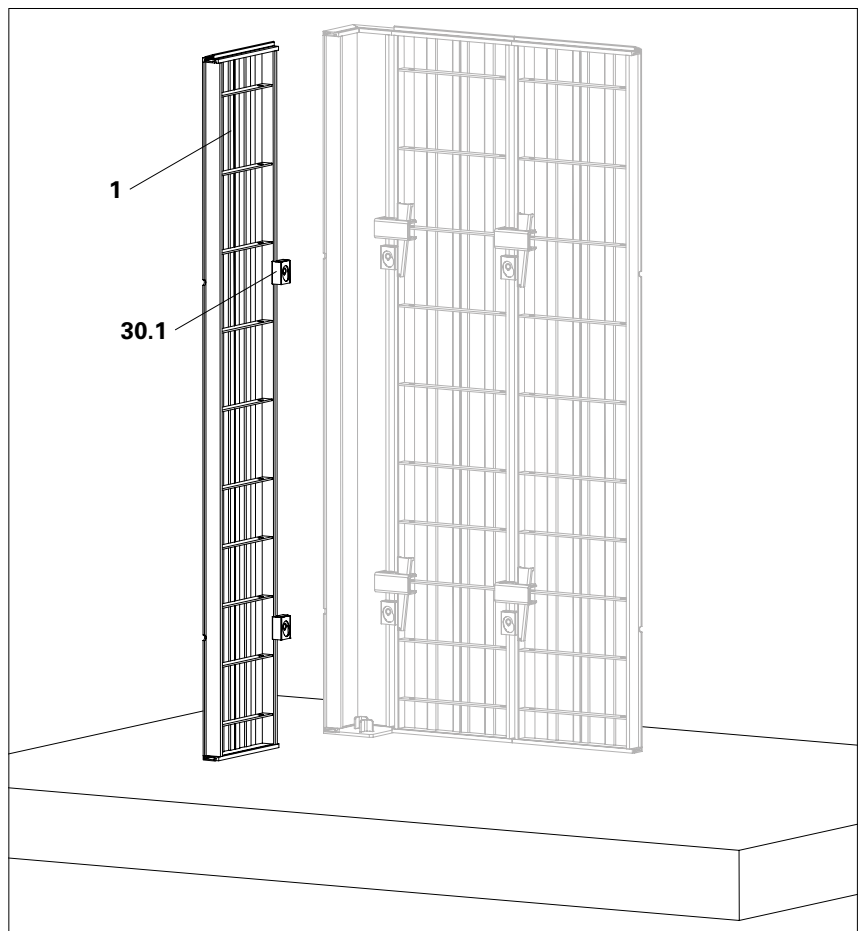

Fig. B1.10
1. Posizionare il telaio per parete UNO Plus (1) vicino allo stesso telaio UNO Plus esistente.
2. Tenere pronto il giunto UNO Plus (10).
3. Montare il primo dado di ancoraggio UNO Plus (30.1) all'altezza del montaggio sul lato destro del successivo telaio per parete (1), fissarlo e tenerlo in posizione. (Fig. B1.10)